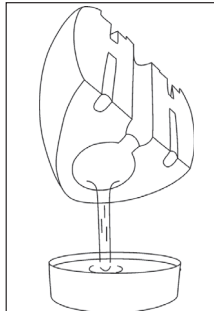

Fig. 7
3. Hiqni ujin duke e mbajtur per nga poshte si ne Fig.7.